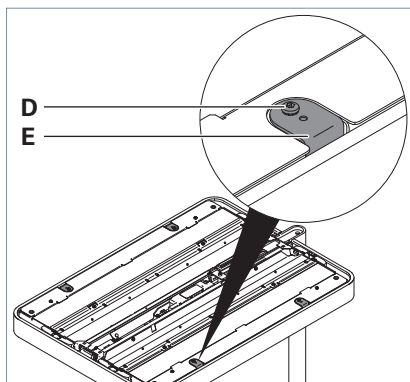

Fig. 22: Rimozione dei fermi.
- Sfilare tutte e quattro le viti di fissaggio **D** dalle fascette **E** con un cacciavite «TORXT15H», vedi Fig. 22.